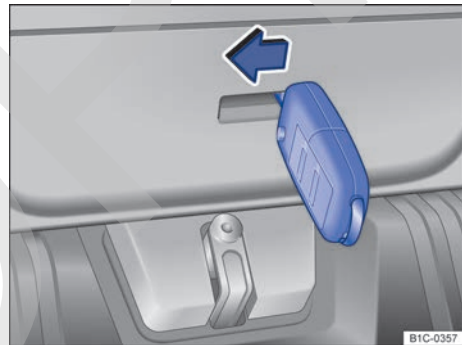

Fig. 58 En el maletero: desbloqueo del portón del maletero.
- Introduzca el paletón desplegado de la llave en la abertura del portón del maletero → fig. 58.
- Desplace la llave en el sentido de la flecha → fig. 58 y empuje el portón hacia fuera para que se abra. Al hacerlo extraiga la llave de la abertura.